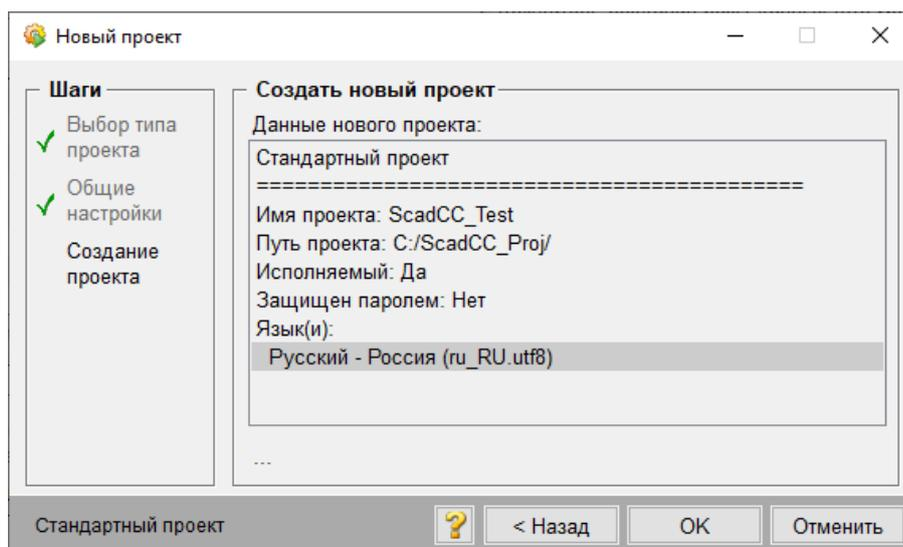
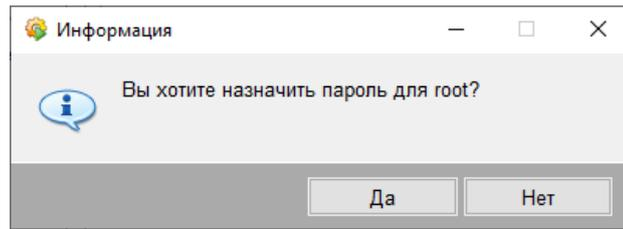

Рисунок 8 – Создание нового проекта
Рисунок 9 – Окно для подтверждения необходимости задания пароля для пользователя «root»
7) В открывшемся окне подтвердите введенные данные нажатием кнопки [OK], после чего будет автоматически запущен процесс создания проекта (рисунок 8). Дождитесь создания базы данных (это может занять некоторое время). В ходе создания проекта появится всплывающее окно с запросом задать пароль для пользователя «root» (рисунок 9).